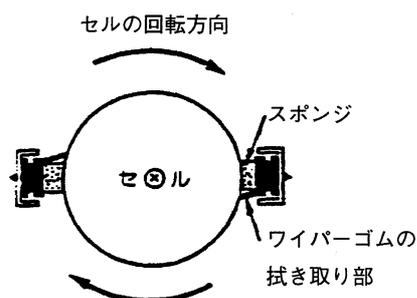

図4-25
- (4) (3)項の逆の方法で新しいワイパーゴムをワイパー板に差し込んで下さい。この時, 底から見て, 図4-25のようにセルの回転する方向にワイパーゴムの拭き取り部がくるように取り付け方向に注意して下さい。